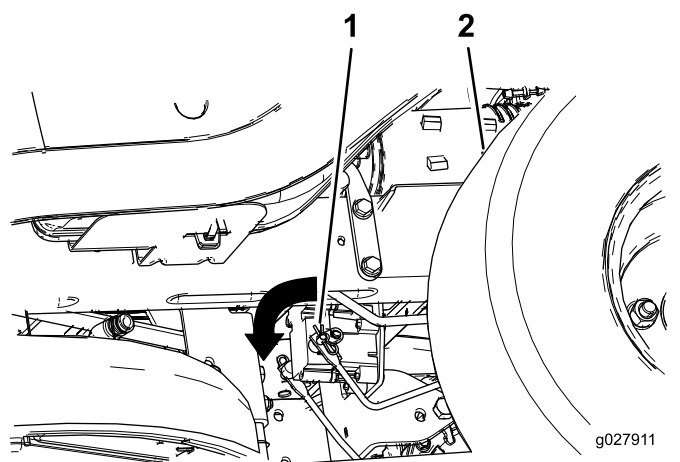

Figura 50
3. Individuate l'albero sul freno elettrico in cui sono collegati i bracci di attacco del freno (Figura 50).